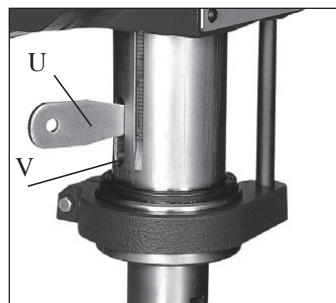

Bild 10
5. Plasser drivkilen (U-fig.10) i pinolens åpning (V-fig.10) og bank på drivkilens underside (U-fig. 10) med en hammer til verktøyet eller chuckholderen faller ned..